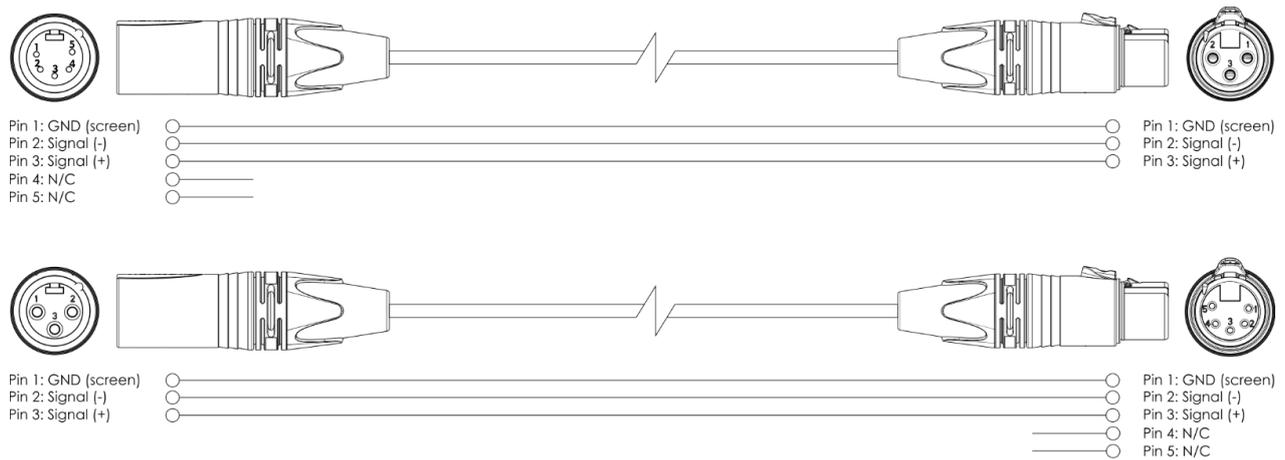

Fig. 06
- 01) Installare i morsetti, come mostrato nella Fig. 06. Accertarsi di utilizzare morsetti adatti al fissaggio dell'apparecchio su una travatura.
Quando realizzate in autonomia i vostri cavi DMX, accertatevi di collegare correttamente i poli e i cavi secondo quanto mostrato nella Fig. 06.